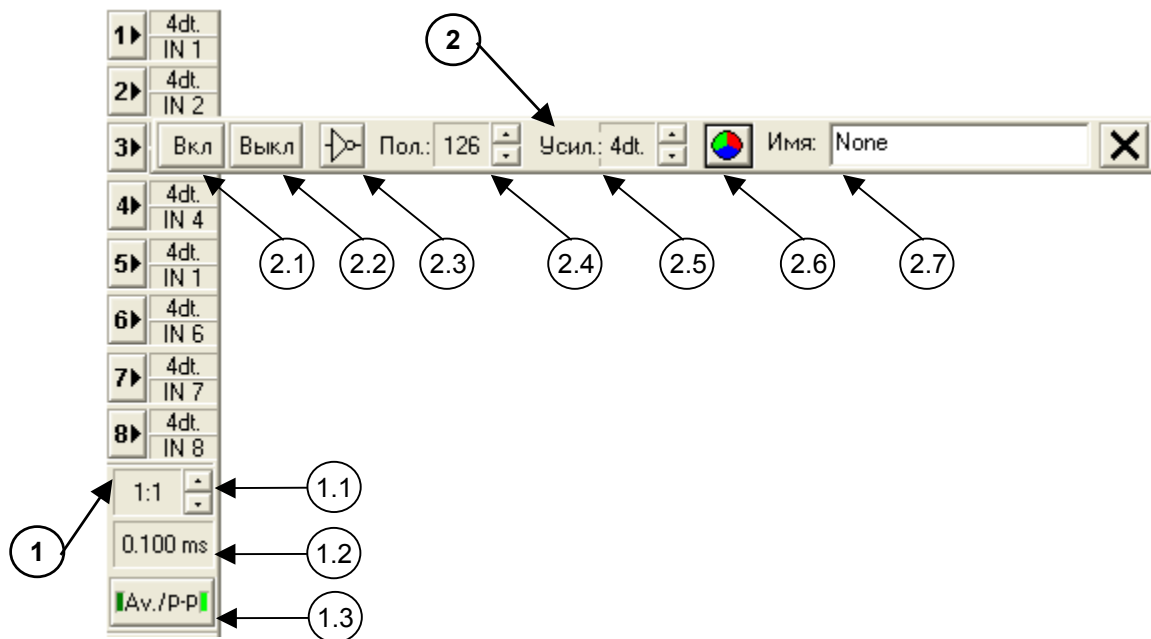
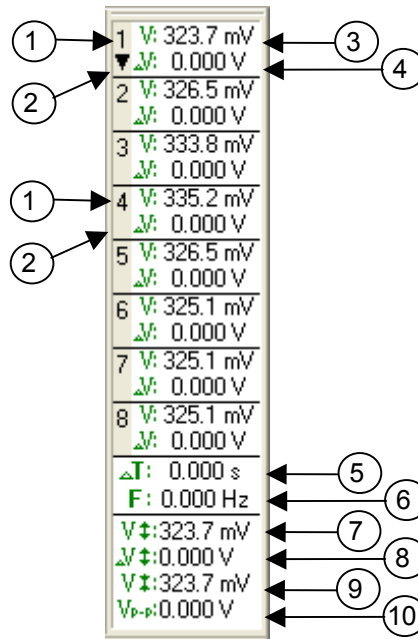
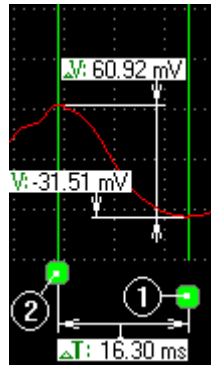
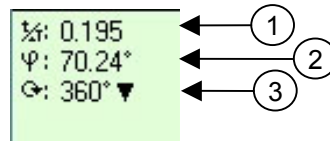

рис.7. Панель управления [1] и панель управления канала [2] в режиме просмотра бинарных файлов
рис.8. Измерительная панель:
рис.9
рис.11. Элемент отображения скважности и фазы измерительной панели:
Как и в режиме осциллографа (анализатора) *управление параметрами отображения* сигналов осуществляется при помощи панели управления, расположенной в левой части экрана (по вертикали). Вид данной панели приведен на рис.7 указатель [1].
Для изменения *параметров канала* используется *панель настройки канала*. Данная панель изображена на рис.7 указатель [2].
Панель позволяет (рис.7 указатели [2.x]):
Для лучшей визуализации низкочастотного сигнала или его низкочастотной составляющей панель управления позволяет "сжать" сигнал во временном интервале. Данную функцию выполняет элемент **"Текущее сжатие"** (рис.7 указатель [1.1]). При использовании режима сжатия (значение
сжатия выше 1:1) режим отображения информации изменяется элементом панели управления **режим отображения сигнала** см. рис.7 указатель [1.3]. Его функции идентичны соответствующему элементу панели управления в режиме осциллографа (анализатора) см. п.3.3.4.
Текущее значение интервала времени на деление измерительной сетки отображается элементом **"Время/дел"** см. рис.7 указатель [1.2].
Проведение измерений возможно в реальном режиме времени осциллографа (анализатора), а также при работе с записанным бинарным файлом. Программа позволяет производить измерения среднего (пикового) значений напряжения и разности напряжений, а также временного интервала и частоты. Все измерения осуществляются при помощи **измерительной панели** (см. рис.8) и **маркеров** (см. рис.9).
Далее по направлению вниз расположен элемент, который отображает временной диапазон (T), ограниченный маркерами (1) - (2), и соответствующую ему частоту ($1/T$) см. рис.9.
- 3 - текущее среднее напряжение для канала 1 в точке, на которую указывает маркер 1 (см. рис.9),
- 4 - текущая средняя разность напряжений для канала 1 в точках, заданных маркерами 1 и 2 (см. рис.9),
- 5 - интервал времени T между маркерами 1, 2 (см. рис.9),
Как показано на рис.9: напряжение определяется по маркеру (1), разность напряжений соответствует разности напряжений между точками, на которые указывают маркеры (1) и (2).
Элементы указатели [7], [8], [9], [10] рис.8 активизируются только при работе с аналоговыми данными на определенных развертках в режиме осциллографа или при использовании опции сжатия (сжатие $> 1:1$ см. рис.7 указатель [1.1]) в режиме просмотра бинарного файла. Эти элементы отображают информацию только по “выбранному” каналу. Он помечается (стрелкой вниз) в левой части прямоугольника, отображающего его средние значения (см. рис.8 указатель [2]).
Для измерения параметров скважности и фазы сигналов, измерительная панель снабжена элементом для отображения скважности и фазы рис.11. Данный элемент отображается вместо элемента, отмеченного на рис.8 указателями [7], [8], [9], [10].
Для изменения номера канала, по которому отображается информация в элементе - рис.8 указатели [7], [8], [9], [10] - необходимо переместить курсор мыши на номер устанавливаемого канала (рис.8 указатель [1]) и нажать левую клавишу мыши. *Для активизации или де активизации элемента скважности и фазы* необходимо поместить курсор мыши на элемент временных параметров (рис.8 указатели [5], [6]) и нажать левую клавишу мыши. *Чтобы сменить текущий предел градусной сетки* необходимо переместить курсор мыши на стрелку вниз справа от значения текущего предела градусной сетки (рис.11 указатель [3]) и нажать левую кнопку мыши. Затем выбрать нужное значение из списка.
Окно активизируется опцией меню **"Отображать/Индикатор значения/Канал <номер канала>"** или двойным щелчком мыши на элементе требуемого канала измерительной панели (см. рис.8 указатели [3], [4]).
Для облегчения функции навигации, а также для возможности внесения комментариев, характеризующих ключевые участки осциллограммы, в систему отображения осциллограммы добавлено использование маркеров-закладок. Каждый маркер привязан к заданному положению во временной шкале осциллограммы. Установка или удаление маркера осуществляется следующим образом: измерительный маркер (1) см. рис.9 устанавливается в требуемую позицию, затем при помощи опции меню **"Закладки/Установить/Убрать"** или кнопкой  панели инструментов устанавливается или удаляется маркер. Эту же функцию выполняет сочетание клавиш Ctrl+F2. Если в заданной позиции маркер отсутствовал, он устанавливается, в противном случае - удаляется. Для просмотра всего списка маркеров в программе предусмотрено окно списка маркеров рис.19. Данное окно активизируется опцией меню **"Закладки/Показать все"** или кнопкой  панели инструментов. Подробно об окне списка маркеров см. ниже.